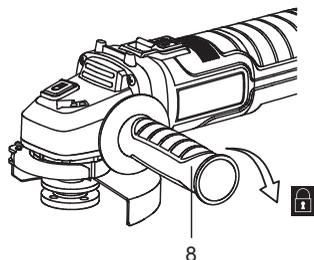

Fig. 1
1. Aparafuse o punho auxiliar (8) no sentido horário numa das roscas de montagem (2) (Figs. 1, 2).
2. Assegure que o punho auxiliar (8) está bem apertado.